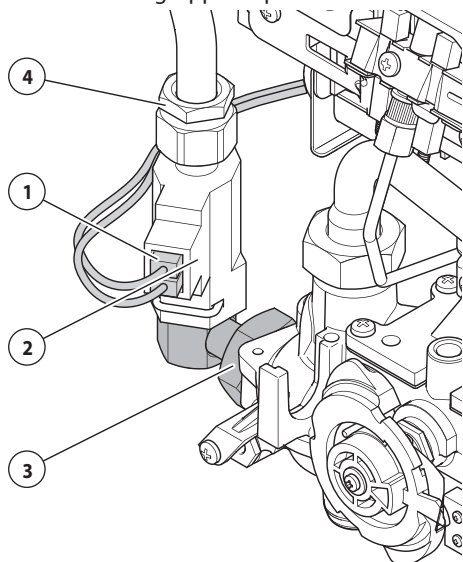

Figura 6.9
- 10 Inserire il gruppo acqua nel prodotto e serrare i dadi di raccordo (3) e (4) Figura 6.9.